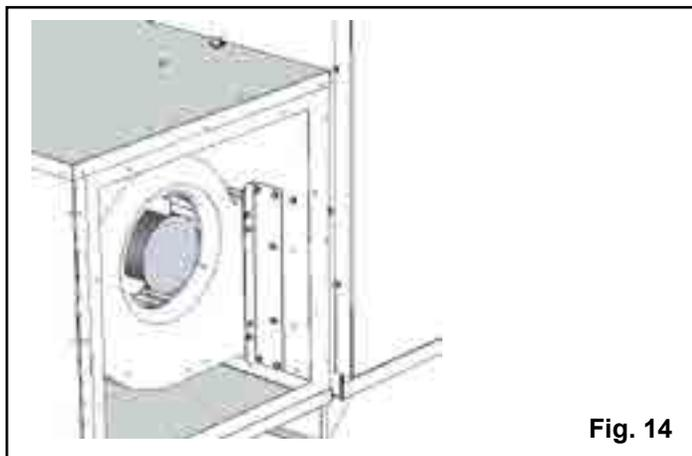

Fig. 14
3. Installez l'enceinte de filtre sur le chauffage au moyen de six (6) vis Tek de 10 x 3/4", à raison de 3 par côté. Repérez ces trous pour bien connaître leurs emplacements sur l'enceinte de filtre et le chauffage. Vous pouvez accéder aux trous de montage en passant par le couvercle du panneau d'accès au ventilateur et par l'ouverture de filtre. Voir fig. 14.